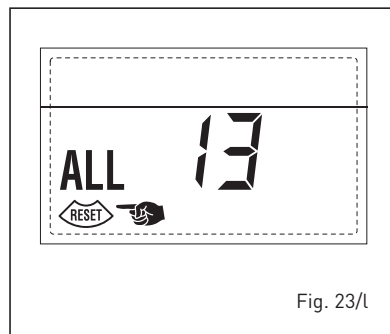

Fig. 23/l
**- ANOMALIA SONDA FUMOS "ALL 14" (fig. 23/m)**